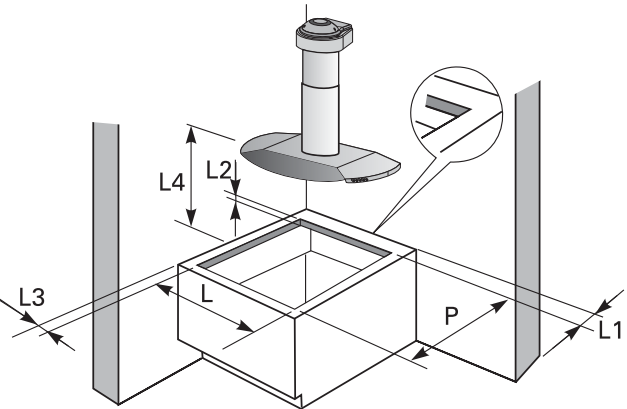

Figura 1.1: Montagem da mesa e furação para encaixe
- Faça uma abertura na superfície onde será colocado o cooktop elétrico de acordo com as dimensões indicadas na Figura 1.1 e tabela A. Siga as medidas, assegurando que os cortes da abertura sejam paralelos e que os cortes, traseiro e frontal, sejam perpendiculares aos laterais.